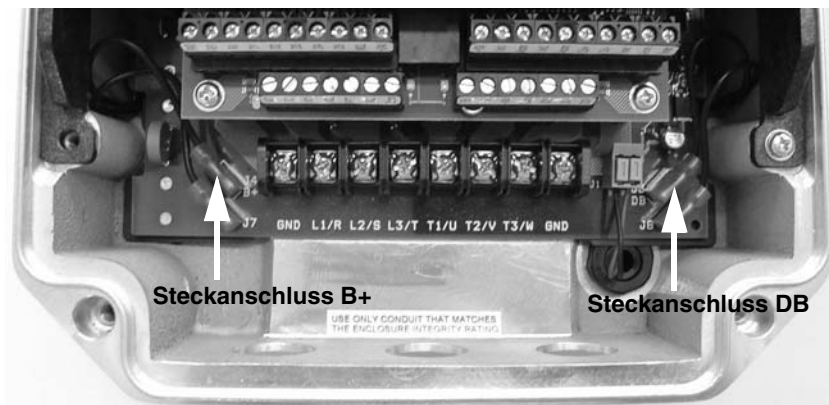

Abbildung 4.2: Leistungsklemmen Baugröße 1
- Bei der Baugröße 1 wird der Bremswiderstand durch Flachstecker 6,35 mm angeschlossen (siehe Abbildung 4.2 auf Seite 24).